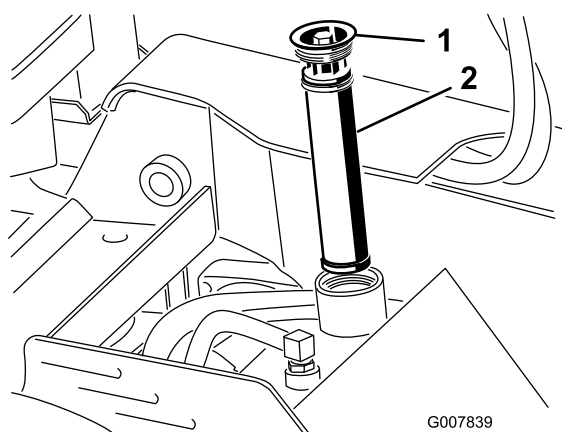

図 54
- 油圧オイルタンクの注油口周辺とキャップをきれいに拭き、ソケットレンチで補給口からキャップとフィルタを外す **図 54**。
- 油圧オイルタンクのフィルタとキャップ 図 54を取る。
- フィルタを取り付け、キャップ 図 54をして上部ボルトを13-15.5 N·m 2.3-2.8 kg·m = 110-140 in·lbにトルク締めする。